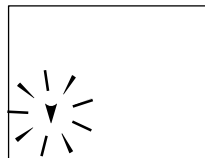

Рис.12
2. Нажмите кнопку «/». На дисплее кратковременно отобразятся все символы. Далее замигает символ сравнения «» и прибор выпустит остатки воздуха из манжеты (рис.12).